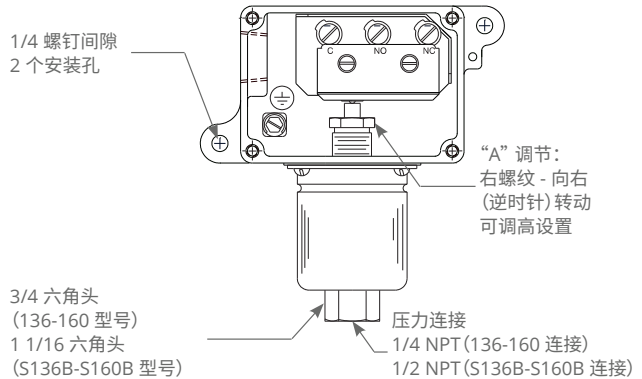

图 1: 136-160、S136B-S164B、258-274、354-364 型号
3 调节螺钉(图 1 & 2 中 A 项)位于开关下方,可通过转动该螺钉来调节设定点。使用适当尺寸的开口扳手(请见上文“所需工具”),向左(顺时针)转动调节螺钉即可调高设定点,向右(逆时针)转动即可调低设定点。
- 3 调节螺钉(图 1 & 2 中 A 项)位于开关下方,可通过转动该螺钉来调节设定点。使用一把 1/4" 开口扳手,向右(逆时针)转动调节螺钉即可调高设定点(朝向全真空),向左(顺时针)即可调低设定点(朝向 0 psig)。